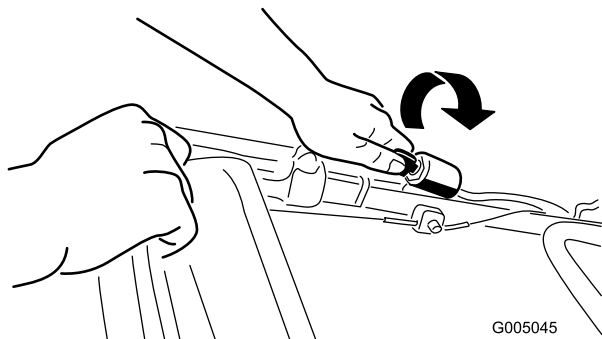
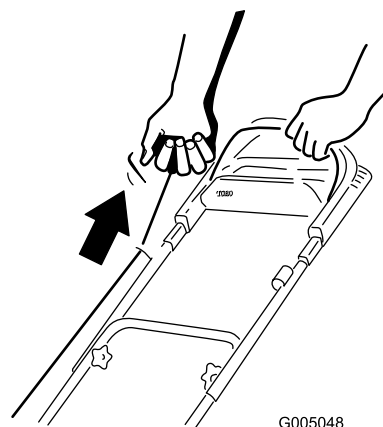

Рисунок 15
Рисунок 16
2. Поверните ключ зажигания (Рисунок 15) (только для модели 20656) или потяните за ручку стартера (Рисунок 16).